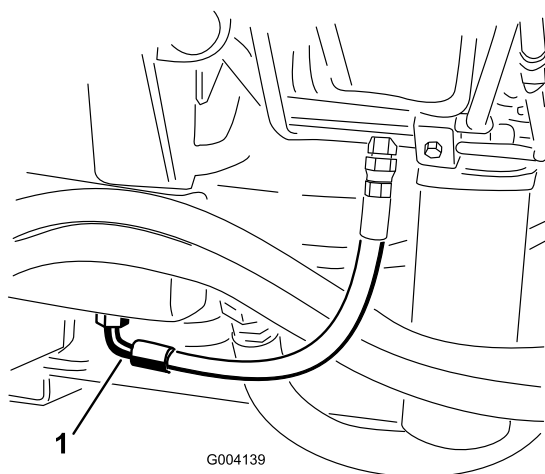

Figura 86
2. Collocate una bacinella di grandi dimensioni sotto il raccordo previsto sulla base del serbatoio del fluido idraulico (Figura 86).